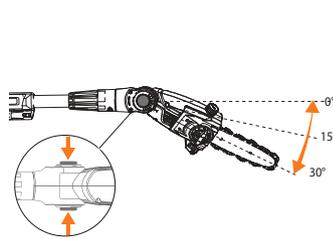

Рис. 13
- Регулировка угла наклона насадки пилы доступна в пяти положениях для изменения угла в пределах  $0^\circ / 30^\circ$ . Для изменения угла – нажмите кнопку фиксатора и установите в необходимое положение, после чего отпустите кнопку для фиксации (Рис. 13).